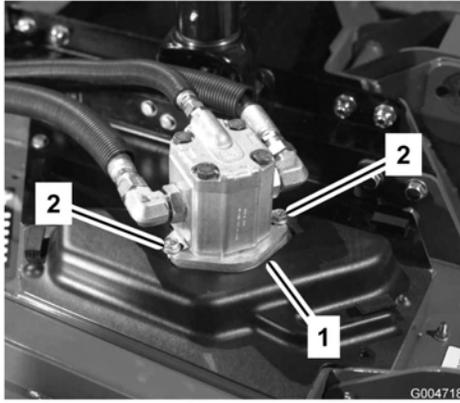

Figura 64
4. Retire los pernos que sujetan el motor hidráulico a la unidad de corte (Figura 64). Retire el motor de la unidad de corte y póngalo encima de la unidad de corte.